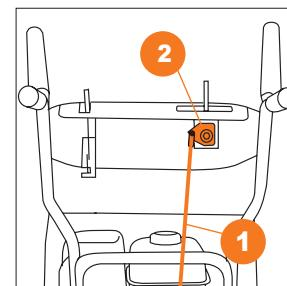

Рис. 9
- Подсоедините штангу рычага выбора передач ① к кронштейну рукоятки панели управления и зафиксируйте шплинтом ② (Рис. 9).